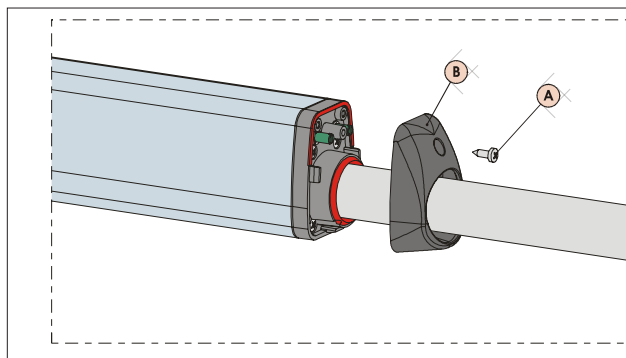

Fig. 18
- 1) Svitare la vite di fissaggio superiore, Fig.18 rif.A, e sfilare il coperchietto, Fig.18 rif.B.
- 5) Riposizionare coperchietto, Fig.18 rif.B, e serrare nuovamente la vite di fissaggio, Fig.18 rif.A.